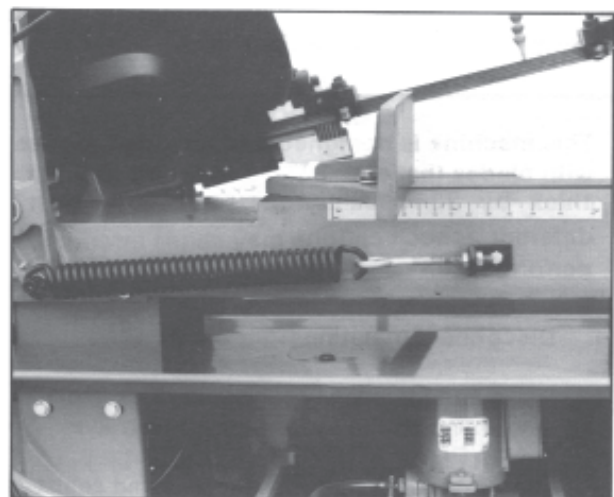

Fig. 16
5. Dieses Hebegewicht (5-6 kg) mittels der Spannfeder (A, Fig 16) einstellen.